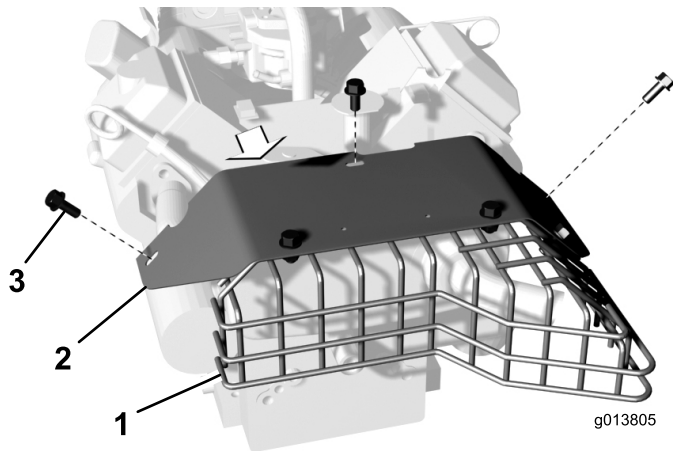

図 4
7. マフラ・シールドをエンジンに固定しているフランジ・ヘッドねじ（3本）を外す（図 4）。マフラ・シールドと排気シールドを外す。フランジ・ヘッドねじをエンジンに再取り付けする。